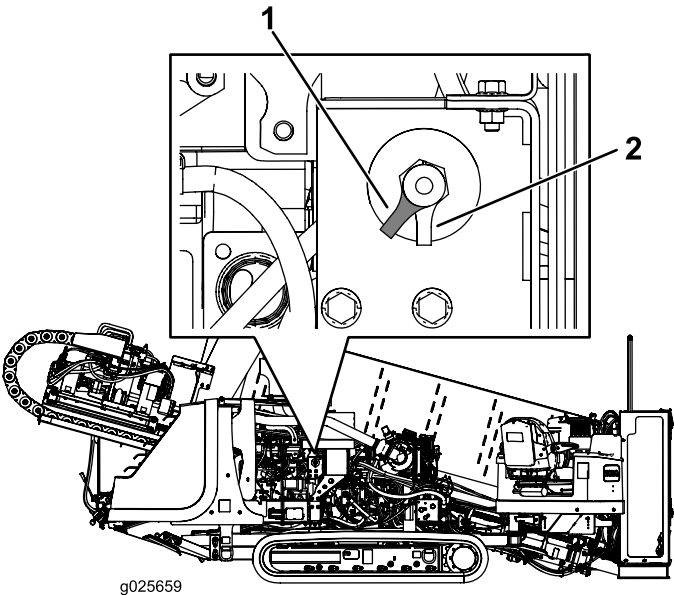

Figure 23
- Pour mettre la machine sous tension, tournez le COUPE-BATTERIE dans le sens horaire à la position SOUS TENSION (Figure 23).
- Pour mettre la machine hors tension, tournez le COUPE-BATTERIE dans le sens antihoraire à la position HORS TENSION (Figure 23).